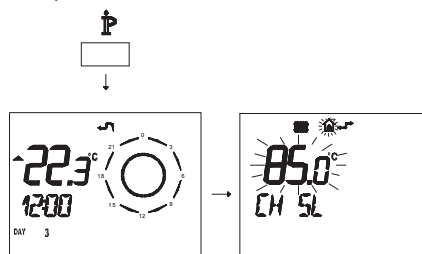

Figura 5.49
- Premere per più di 3 secondi il pulsante **IP** per entrare in modalità **INFO** (Figura 5.49).